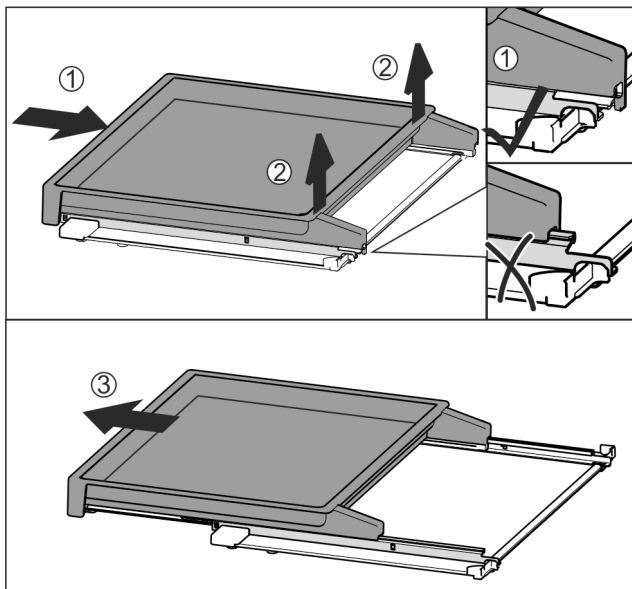

Fig. 32
- ▶ Wsunąć całkowicie wysuwaną półkę Fig. 32 (1).
- ▶ Zwolnić zatrzask po tylnej stronie Fig. 32 (2).
- ▶ Wyjąć wysuwaną półkę do przodu Fig. 32 (3).